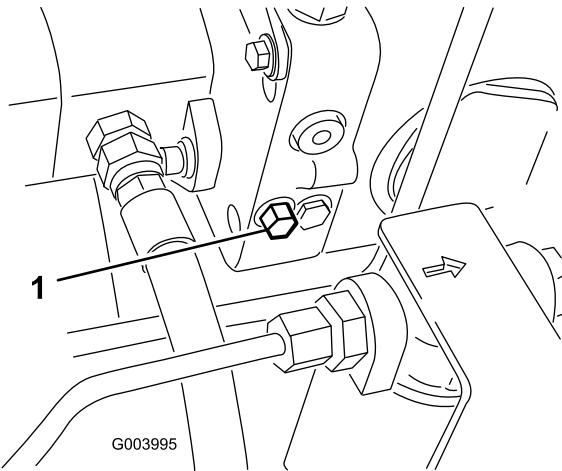

図 25
- ハイドロスタットの左側にあるバイパスバルブを探し出す図 25。